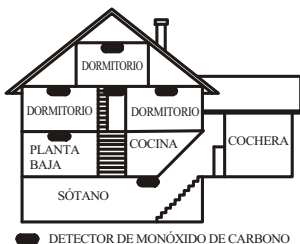

Figura 5
El monóxido de carbono (CO) se mueve libremente por el aire. Los lugares recomendados son las áreas de descanso de la vivienda o lo más cerca posible de ellas. El cuerpo humano es muy vulnerable a los efectos del CO mientras duerme. Para obtener la máxima protección, debe colocarse una alarma de CO fuera de las principales áreas de descanso o en cada nivel de la vivienda. La Figura 5 muestra los lugares recomendados de la vivienda. El sensor electrónico detecta el monóxido de carbono, mide su concentración y hace sonar la alarma antes de que se alcancen niveles potencialmente perjudiciales.